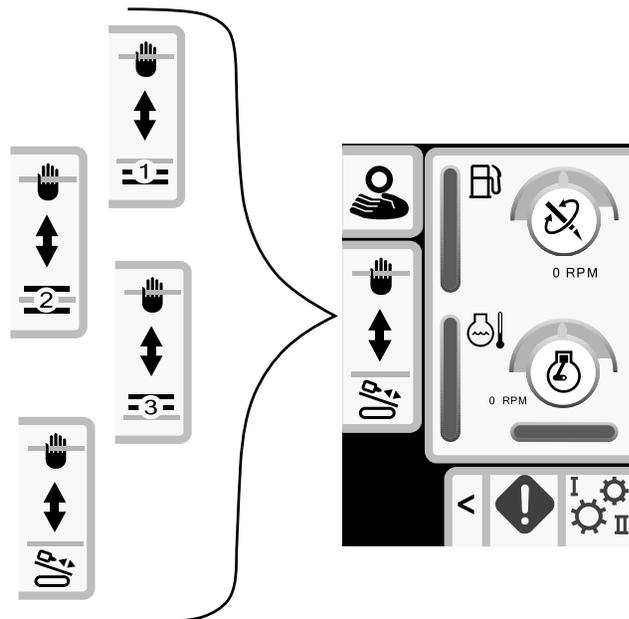

Figura 41
2. Utilice los botones 2 y 3 para seleccionar el punto en que desea colocar el tubo; una fila o la sarta de perforación (Figura 41).